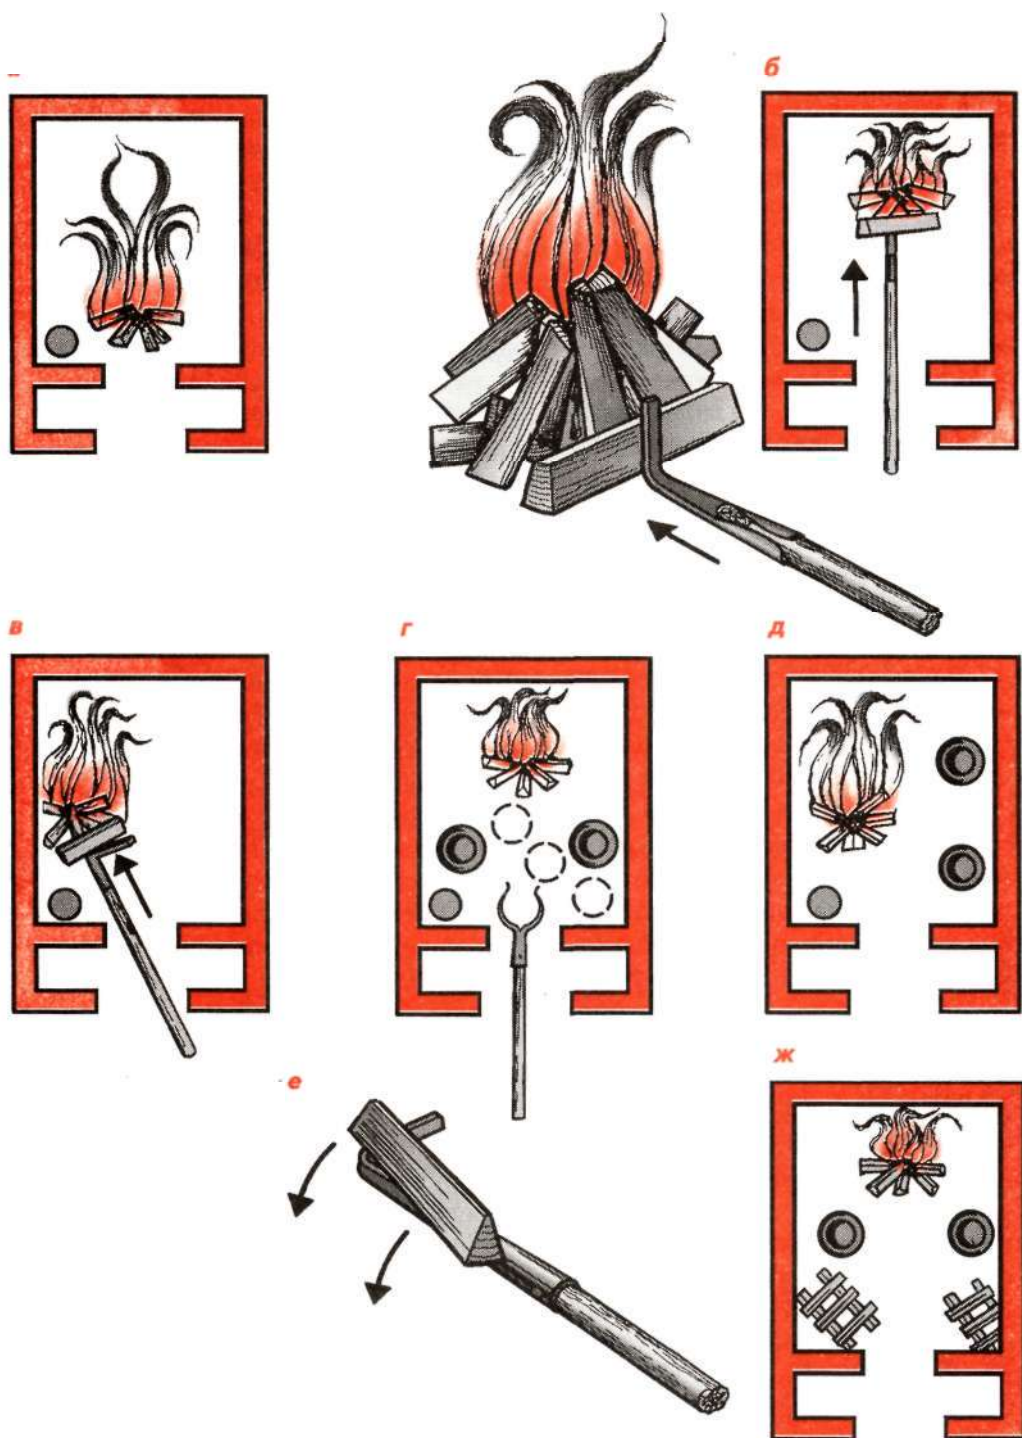

Рис. 78
**Топка русской печи.** Когда дрова в печи разгорятся (рис. 78, а), их осторожно передвигают на середину пода или же ближе к одной из стенок горнила. Но как передвинуть костер из горящих дров, не разрушив его? Можно, разумеется, поочередно продвигать каждое полено кочергой, стараясь не разрушить костра. Однако дело пойдет более споро, если все поленья в костре будут сдвинуты одновременно одним движением кочерги. Для этого перед костром кладут толстое прямое полено и, осторожно надавливая на него в середине кочергой, продвигают все кострище одновременно в глубь печи (рис. 78, б). При определенной сноровке костер можно передвинуть так ловко, что ни одно полено не только не выпадет из него, но даже не изменит своего первоначального положения.
сит от того, для каких целей топят печку. Если, скажем, предполагается после топки сажать хлебы, то стараются костер расположить посередине, чтобы равномерно прогреть под. Если хозяйка желает, чтобы больше тепла шло в помещение, которое находится слева от печи, то костер передвигают влево (*рис. 78, в*). Когда горящие дрова окажутся на постоянном месте, сверху кладут еще два-три полена. Проходит несколько минут, и огонь уже жарко пылает в глубине горнила. Языки пламени поднимаются вверх, но, встретив на своем пути полукруглый свод, плавно огибают его и тянутся в сторону устья. Задержавшись на некоторое время у порожка, расположенного над устьем, горячие газы обходят его снизу и устремляются через хайло в трубу. Теперь в варочную камеру можно ставить горшки или чугуны. Если горящие дрова находятся ближе к задней стене горнила, то чугуны ставят по бокам от огня, ближе к устью (*рис. 78, з*). Когда же костер расположен, например, слева, то чугуны ставят справа (*рис. 78, д*). Удаляя или приближая чугунки к огню, стряпуха таким способом регулирует температуру нагрева каждого из них. Как только вариво закипит, чугуны отодвигают от огня на такое расстояние, чтобы его содержимое не перекипало через край. Дальнейшая варка продолжается уже при умеренной температуре.
ко наиболее толстых поленьев, оставляя более тонкие на конец топки. Оттого, что костер находится теперь в глубине горнила, новые поленья приходится уже не класть в него, а швырять. Разумеется, что только при определенном опыте и сноровке можно уложить полено в намеченное место. Обычно дрова просто бросают в сторону огня, а уж потом подправляют их кочергой. Однако есть простой способ уложить полено точно в намеченное место костра с помощью кочерги (рис. 78, е). Полено кладут на кочергу так, чтобы оно опиралось одним концом на носок, а другим — на рукоятку. Полено на кочерге вносят в печь и слегка наклоняют, чтобы оно оказалось в намеченном месте костра.
ют в глубь горнила. За щеками горнила складывают две небольшие поленицы (рис. 78, ж). Когда огонь разгорится и в горниле появится жар, поленья будут достаточно хорошо прогреваться и обсыхать. По мере того как дрова в поленицах будут прогреваться и подсыхать, их постепенно подбрасывают в огонь. Чем тоньше «сырник», тем лучше он сгорает в печи. Но все же сжигать «сырник» желательнее вперемешку с сухими дровами, примерно половина на половину. Еще лучше, если сухих дров в вязанке или в корзине-дровнице будет две трети, а «сырника» только треть. Не следует забывать, что избыточная влага может оседать на стенках дымохода и, смешиваясь с сажей, грязными струйками стекать вниз.